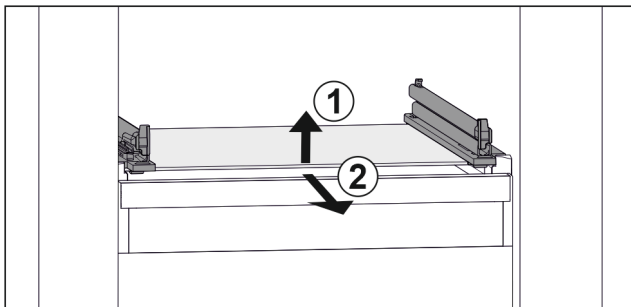

Fig. 109 Klaasplaadi näitlik kujutis
- ▶ Tõstke klaasplaat eest üles. Fig. 109 (1)
- ▶ Võtke klaasplaat ettepoole välja. Fig. 109 (2)